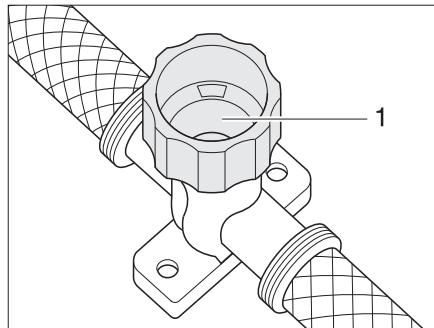

Fig. 123 Rubinetto di scarico per scaldaacqua
- Chiudere il rubinetto di scarico. A tal fine ruotare il coperchio (Fig. 123,1) in senso orario.
- Aprire il rubinetto di scarico dello scaldaacqua. A tal fine ruotare il coperchio (Fig. 123,1) in senso antiorario.